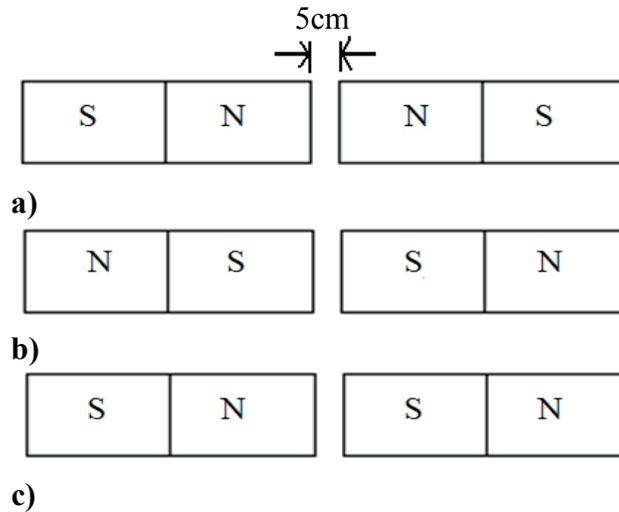

Figura 5.1 Imanes permanentes
- c) Coloque dos imanes de barra como se indica en la figura 5.1. Para cada caso ponga una hoja sobre ellos y rocíe finamente limadura de hierro.